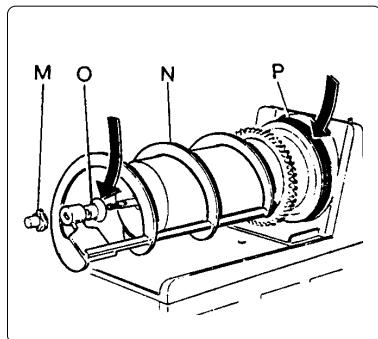

Fig. 16
f) Procedere al rimontaggio del gruppo di miscelazione attenendosi alle seguenti operazioni (vedi fig. 16):
- è indispensabile spalmare la guarnizione (O) con grasso di vaselina per agevolare lo scorrimento e la tenuta;
- rimontare la guarnizione (P);
- rimontare la spirale raschiante (N);
- fissare tutti i componenti avvitando il pomello (M) in senso antiorario.